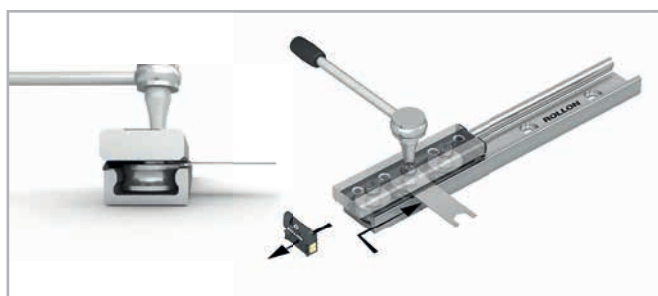

Fig. 60
- (5) Coloque el cursor en uno de los extremos de la guía para simplificar la inserción de la llave plana.
- (6) Introduzca la llave plana suministrada en el lateral, entre la guía y el cursor. Procure introducirla desde el extremo del cursor, deslizando por debajo del sellado lateral hasta llegar al rodamiento (Fig. 60). Coloque la llave plana en el hexágono del perno giratorio.
- (7) Gire la llave de ajuste plana en el sentido de las agujas del reloj para que el perno a ajustar entre en contacto con la pista de rodadura opuesta a la de los pernos giratorios fijos ajustados en fábrica, reduciendo así la holgura del cursor a cero. Evite aplicar una precarga elevada, lo que podría causar un desgaste mucho mayor y reducir su vida útil.
- (8) Mientras sujeta el perno giratorio en la posición correcta con la llave de ajuste plana, apriete el tornillo de fijación para asegurarse de que el perno quede bloqueado en su posición. El par de apriete se aplicará posteriormente.
- (9) Mueva el cursor en la guía y controle la precarga a lo largo de toda la longitud de la guía. El movimiento debe ser suave. Si se observa alguna oscilación/holgura o una fuerza excesiva, repita la operación de ajuste. La precarga se optimiza cuando el cursor se desliza suavemente y sin holgura.
- (10) Para cursores con más de 3 rodamientos giratorios, repita este procedimiento con cada rodamiento a ajustar. Asegúrese de que todos los rodamientos tienen un contacto uniforme con las pistas de rodadura de la guía.
- (11) Manteniendo la posición angular del perno con la llave plana, apriete el tornillo de fijación del rodamiento ajustado con una llave dinamométrica. El par de apriete prescrito se muestra en la tabla 28.
- (12) Reinstale los rascadores.